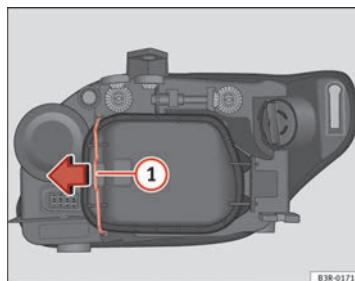

Fig. 210 Luz de cruce
Aunque no es necesario, extraer previamente la tapa rígida ⇒ fig. 210, facilita el cambio de la lámpara de dirección.
- Desplace el tirante ⇒ fig. 210 ① en el sentido de la flecha y saque la tapa rígida separando primero el lado del tirante y sacando después las dos pestañas del extremo contrario de la tapa.